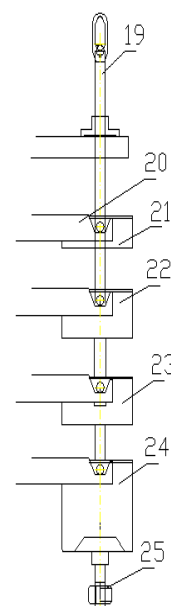

Рис. 3
2.7. Извлеките столик для образца (4) из коробки с принадлежностями и установите его в отверстие шпинделя (3). Один конец окуляра (6) вставьте в окулярную трубку до упора, а штекер провода окуляра подключите к круглому разъёму (11).
3. Установка набора грузов (см. рис. 3)